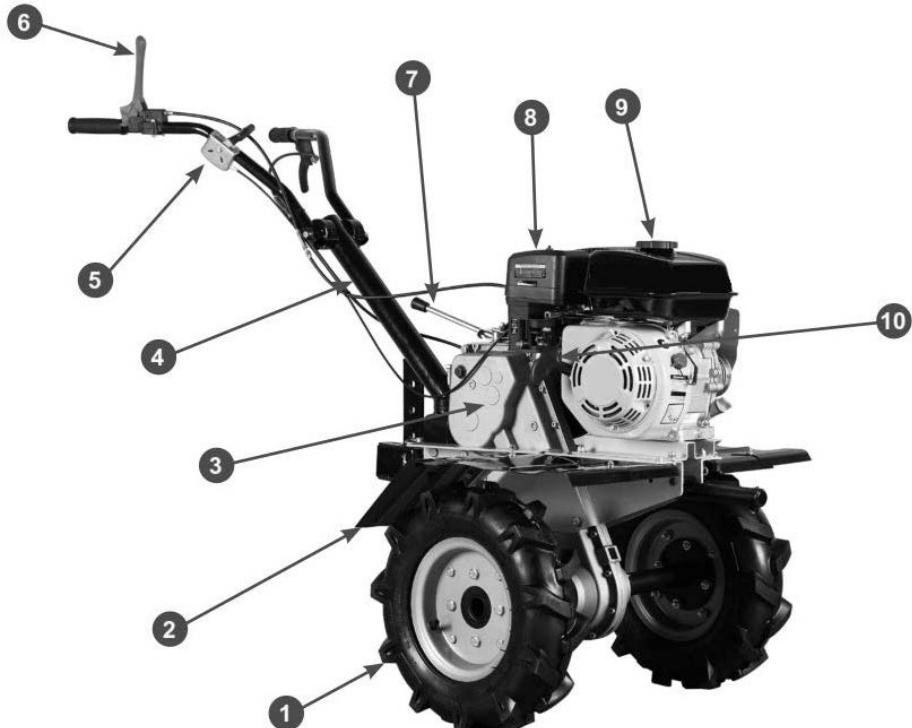

Рис. 1 Основные узлы и органы управления (вид справа)
Расположение основных узлов и органов управления представлено на Рис. 1, 2.
5. Установите правое и левое защитные крылья 2(Рис.1) и закрепите их болтами и гайками.